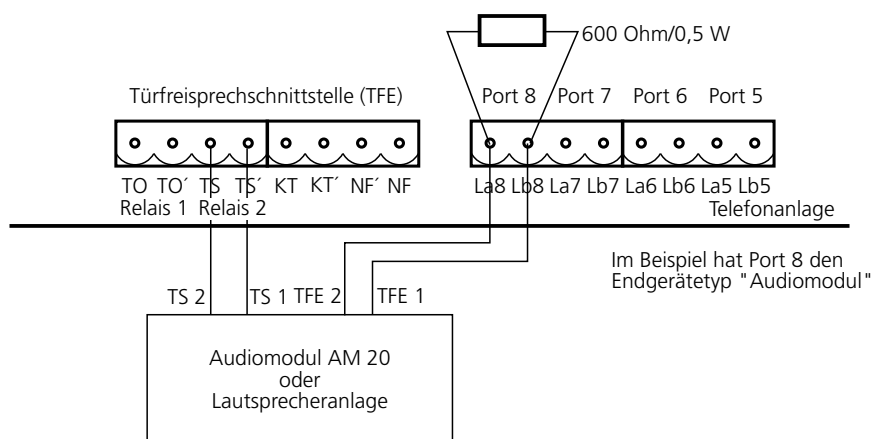

Abb. 4: Anschluß eines Audiomoduls
- oder an einen der analogen Ports (siehe Abb. 4).